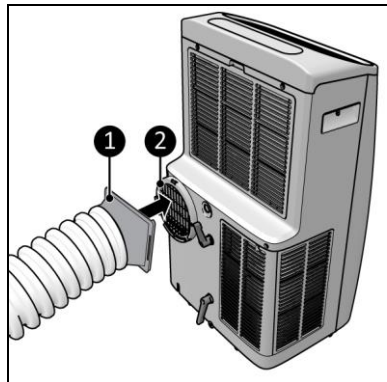

Figure 12
6. Reliez le raccordement du flexible (Figure 12, pos. 1) à la sortie d'air chaud de l'appareil (Figure 12, pos. 2).